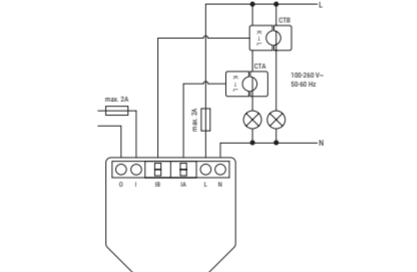

Fig. 1: Esquema eléctrico básico
- Instalar o transformador de corrente CTA à volta do cabo do primeiro circuito de carga, como indicado na Fig. 1.